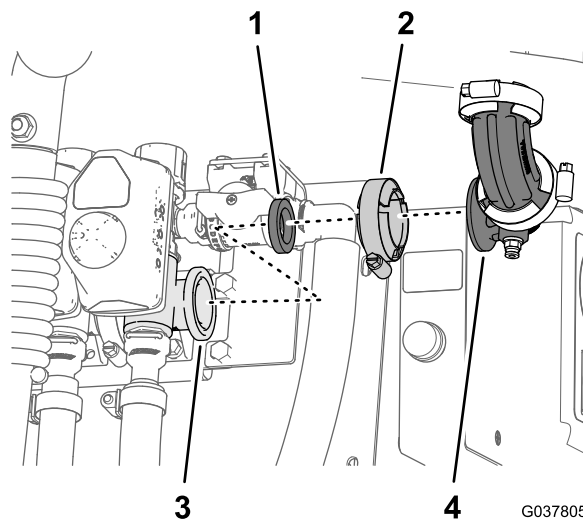

图89
- 卸下右喷洒臂段阀法兰上的法兰夹具、90° 弯头总成和垫片**图89**。